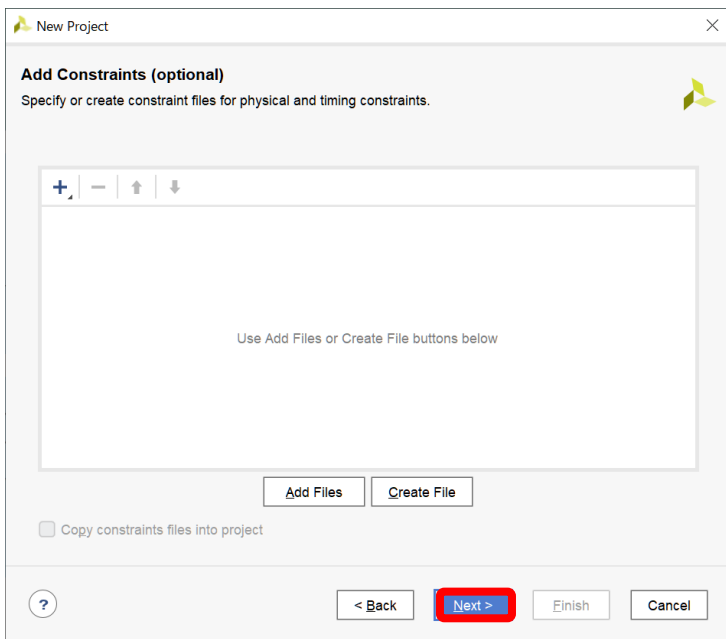

図 11.7 プロジェクトの作成および論理合成の手順 6
6) 後ほど別途追加するため、この手順では「Next」を選択する (図 11.7)。